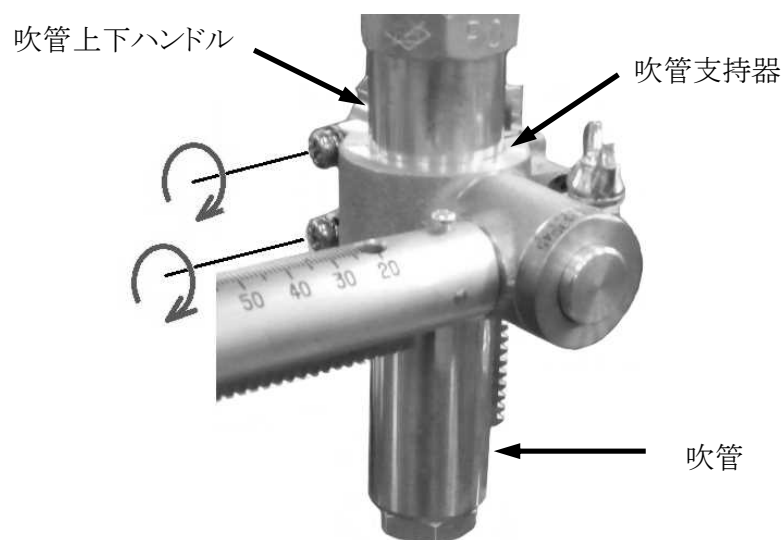

図 2
- 3) 図 2 のように、吹管支持器に吹管を差し込んでから、ねじを締め付けて吹管を固定してください。さらに、吹管上下ハンドルで高さを調整できます。